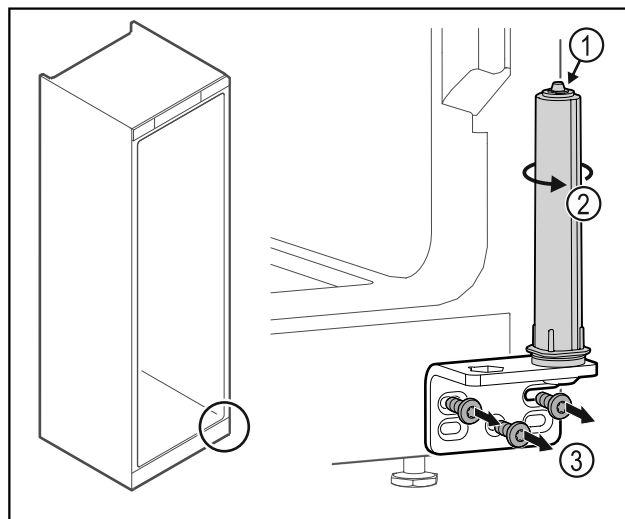

Fig. 45
- ▶ Ikke ta fra hverandre dørlukkesystemet Fig. 45 (1).
- ▶ Dreii på lukkesystemet Fig. 45 (2) til det sier klinkk.
- ▶ Skru av hengselvinkelen Fig. 45 (3).